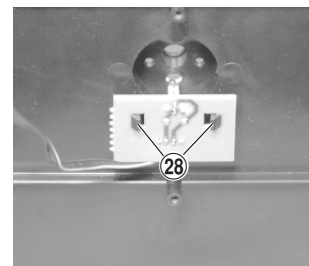

Fig. 67
- 2 Rastnasen ②⑧ (Fig. 67) austrasten und Leiterplatte herausnehmen.
- Disengage 2 catches ②⑧ (Fig. 67) and take out the PCB.